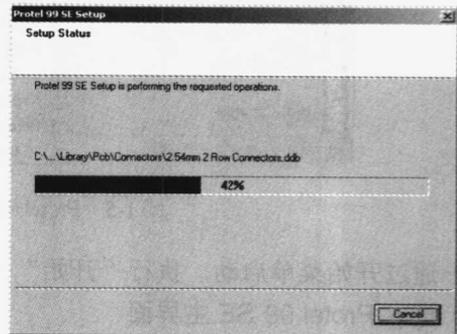

图 1-4 复制文件
5) 设置好程序组，单击【Next】按钮，系统开始复制文件，如图 1-4 所示。